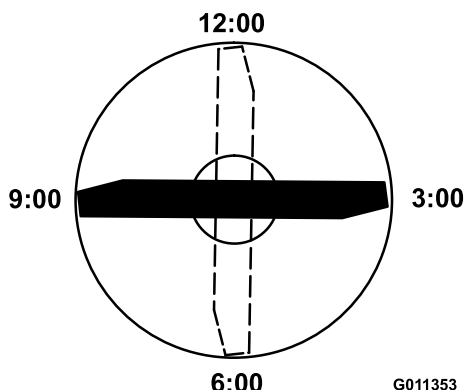

Bild 83
4. Positionieren Sie die Schnittkante der markierten Messerseite in die 12-Uhr-Stellung (geradeaus in Mährichtung) (Bild 83) und messen die Höhe vom Tisch bis zur Schnittkante.
5. Drehen Sie die markierte Seite des Messers auf die 3- und die 9-Uhr-Stellung (Bild 83) und messen die Höhe.